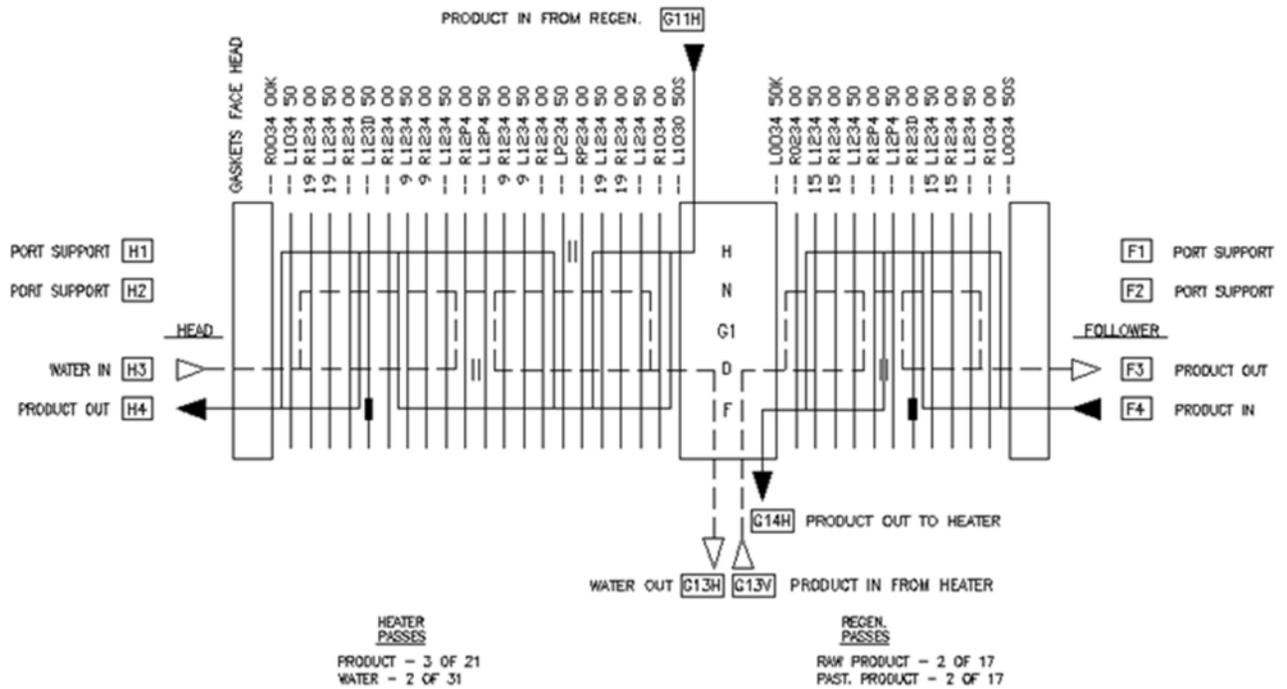

Abbildung 27: Beispiel für eine zweigeteilte Anordnung
Abbildung 27 zeigt eine zweiteilige Anordnung mit Anschlüssen am Kopf-, Mitnehmer- und Verbindungsgitter. Sie zeigt auch die Verwendung der speziellen Codes zur Kennzeichnung von Ablassplatten (D), Stützplatten (P) und Dichtungsplatten (S), die für bestimmte Platten typisch sind.